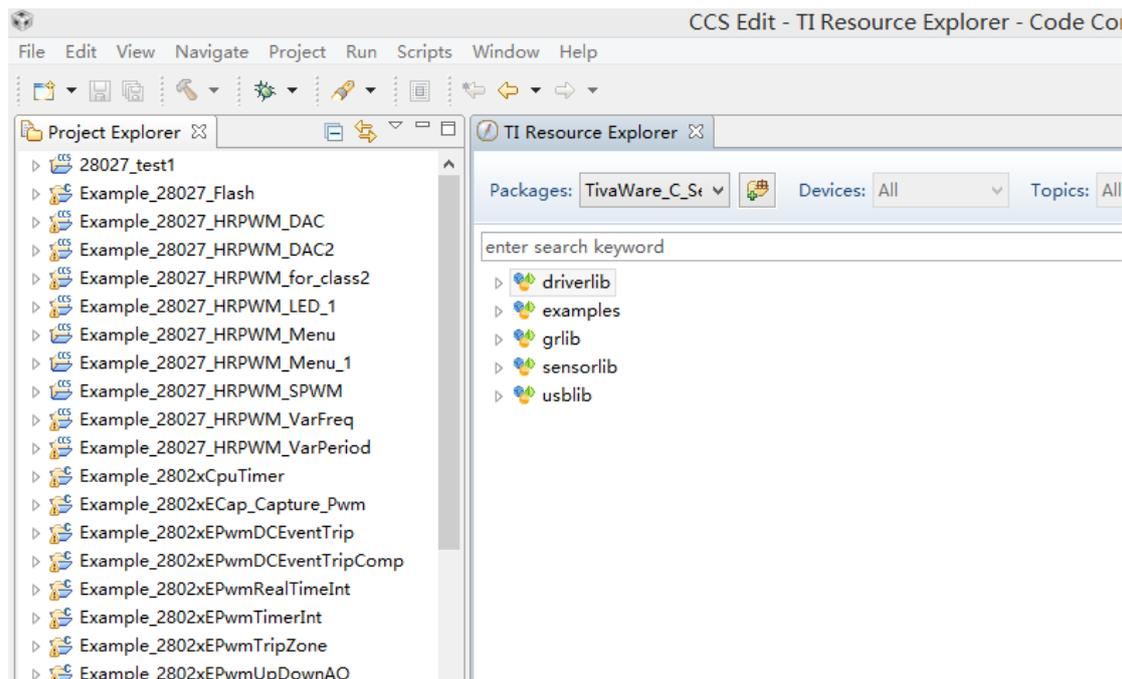

图 5.1 TI Resource Explorer
1. 打开 CCS，选择菜单栏 View—>TI Resource Explorer，即可打开资源页面，如图 5.1；